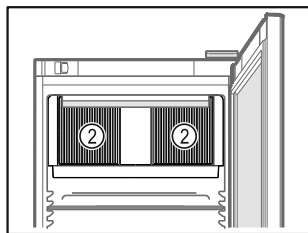

Fig. 79
- Udržiavajte voľné vetracie štrbiny Fig. 79 (2) cirkulačného ventilátora vo vnútornom priestore.